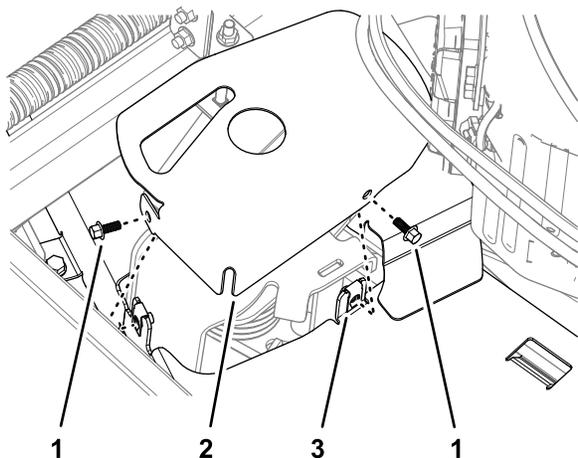

図 34
1. テンショナカバーを左側ベルトカバーに固定しているフランジヘッドねじ2本を外してテンショナカバーを外す **図 34**。